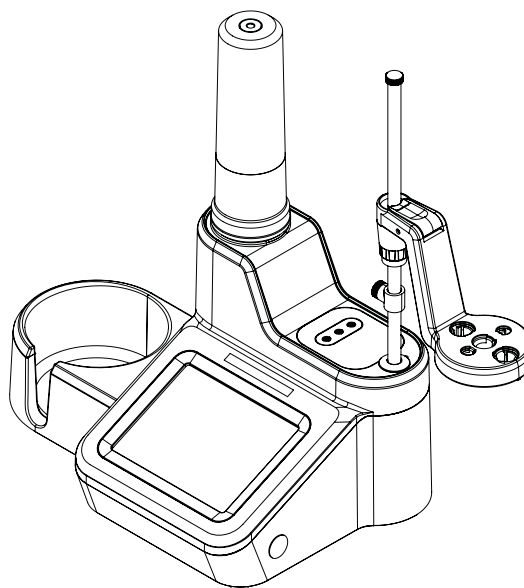

Figure 4. Mise en place du support d'électrodes sur la tige du support d'électrodes
3. Réglez la tête du support d'électrodes sur la tige du support d'électrodes en appuyant sur le bouton de déverrouillage et en l'amenant à l'emplacement approprié sur la tige. Reportez-vous à la **Figure 4**.